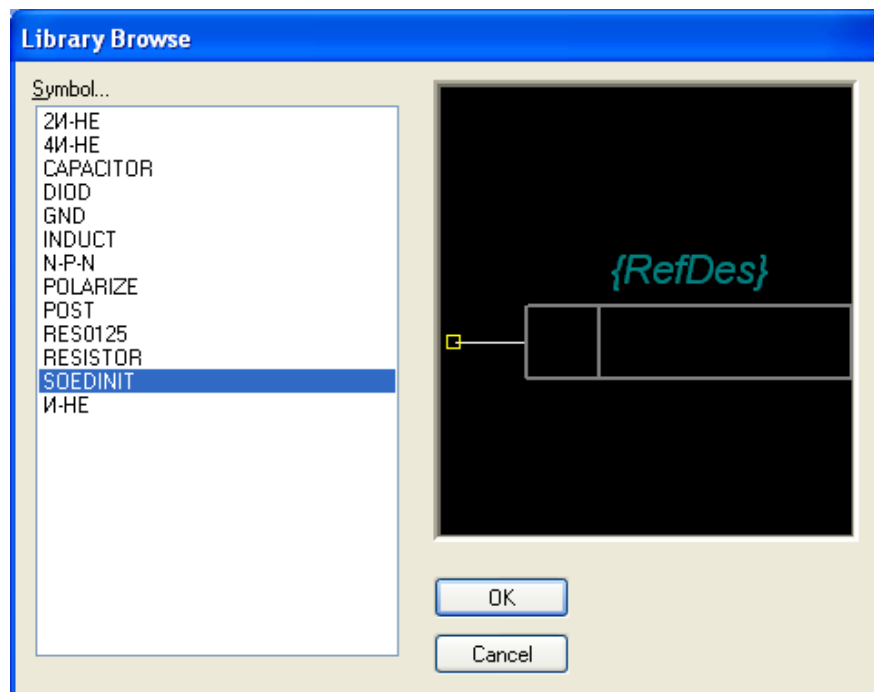

Рисунок 3.44 - Выбор символа электрического соединителя
- Для этого следует нажать кнопку **Select Symbol**. В открывшемся окне **Library Browse** в списке символов найти «**Soedinit**», выделить его и нажать кнопку **OK** (рис. 3.44).